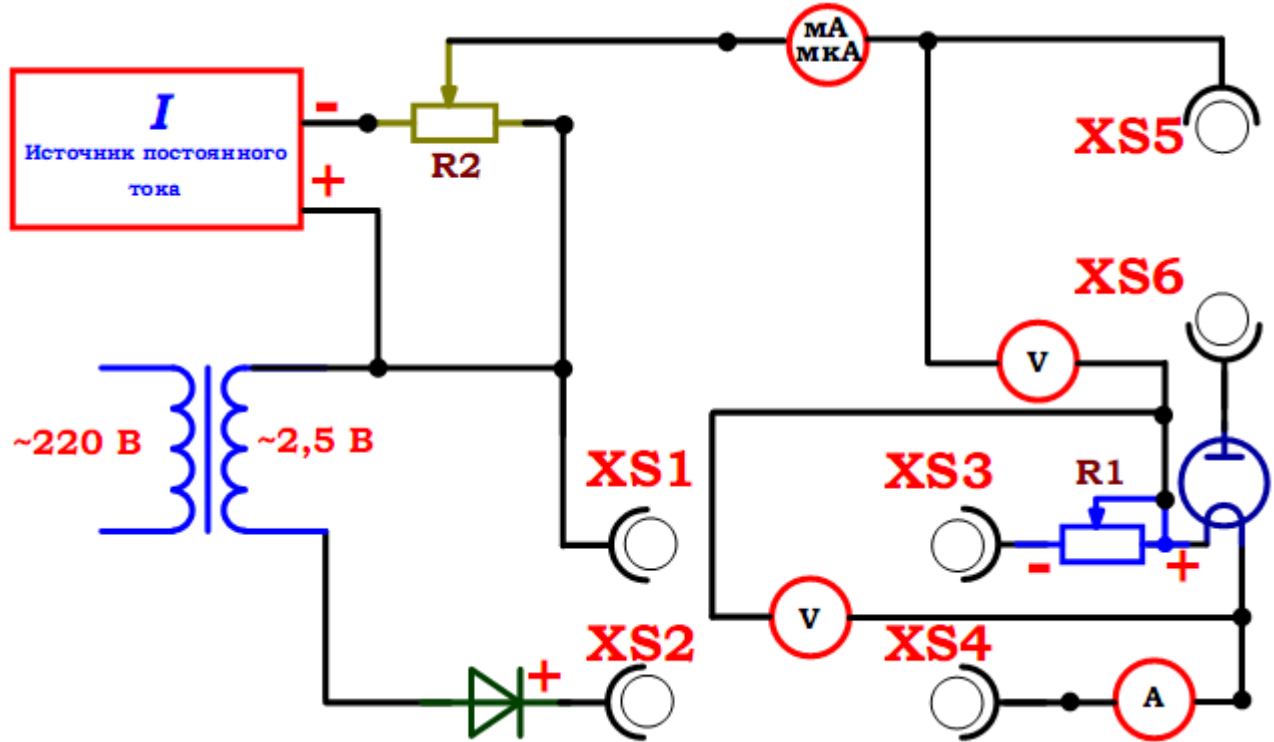
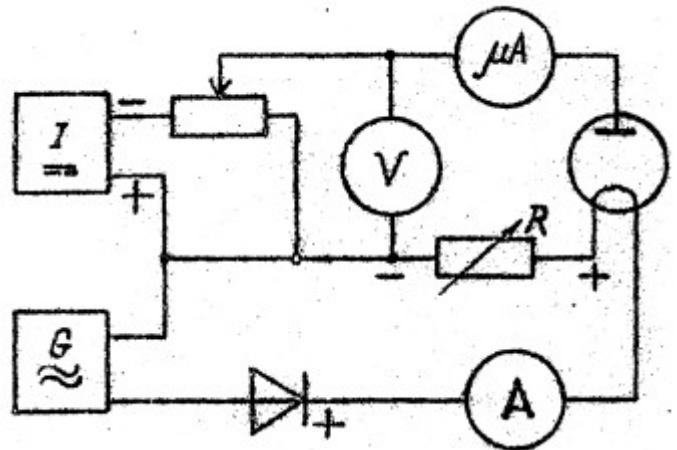

Рис. 1. Принципиальная электрическая блок-схема учебной установки для изучения распределения термоэлектронов по скоростям ФЭЛ-5.
Рис. 2. Принципиальная электрическая блок-схема при правильной сборке.
Блок-схема учебной установки для изучения распределения термоэлектронов по скоростям методом задерживающего потенциала представлена на рис. 1. Перед началом работы с помощью прилагаемых переключателей типа «тюльпан-тюльпан» необходимо собрать схему для работы, подключив накал лампы к понижающему трансформатору, а анод к отрицательному полюсу регулируемого источника питания постоянного тока. Для этого переключателями соединить выводы соответственно попарно: XS1 – XS3; XS2 – XS4; XS5 – XS6.
При правильном соединении переключателей, получаем схему аналогичную рис. 2, установка готова к работе. При отсутствии либо не верном соединении переключателей в схеме на экране дисплея появляется соответствующая надпись.
Катод нагревают импульсами тока, а в цепь катода включают сопротивление R1, так что падение напряжения на нем при прохождении тока накала оказывается приложением между катодом и анодом и имеет такую полярность, что анодный ток прекращается (рис. 1, 2).
4. Собрать схему рис. 1 для исследования вольтамперной характеристики вакуумного диода в области отрицательных напряжений на аноде, соединяя контрольные точки блок – схемы рис. 1 перемычками. Для этого перемычками соединить выводы соответственно попарно: XS1 – XS3; XS2 – XS4; XS5 – XS6. При этом получается схема, аналогичная схеме рис. 2.